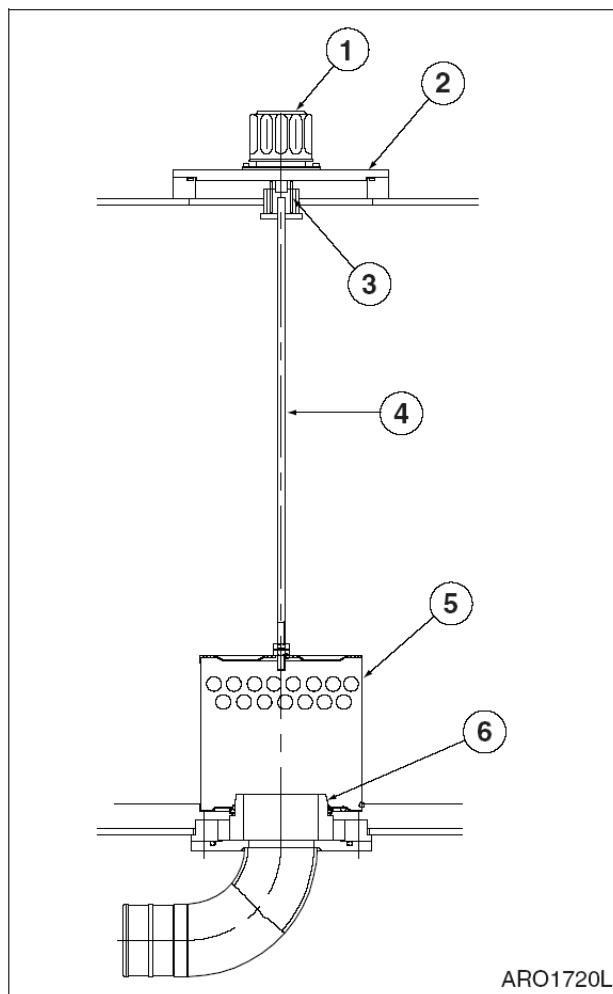

Рис. 81
4. Вращая крышку сапуна (1, рис. 81) стравить сжатый воздух из гидравлического бака.
6. Осторожно снять болты и крышку (2, рис. 81) с верхней части бака гидравлического масла. Под крышкой находится пружина (3), которая выталкивает крышку вверх.
7. Извлечь пружину (3, рис. 81) и сетчатый фильтр (5), потянув за стержень (4).
9. Установить сетчатый фильтр (5, рис. 81) на утолщенную часть всасывающей трубы.
11. Установить пружину (3, рис. 81) на стержень (4) и собрать крышку (2).